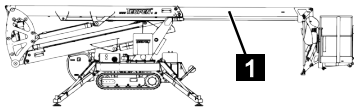

Fig. 179
2. Sortir le vérin du bras supérieur (Fig.179/1) à l'aide du mode d'entretien (☞ Chapitre 7.16 „Mode d'entretien”, page 128).